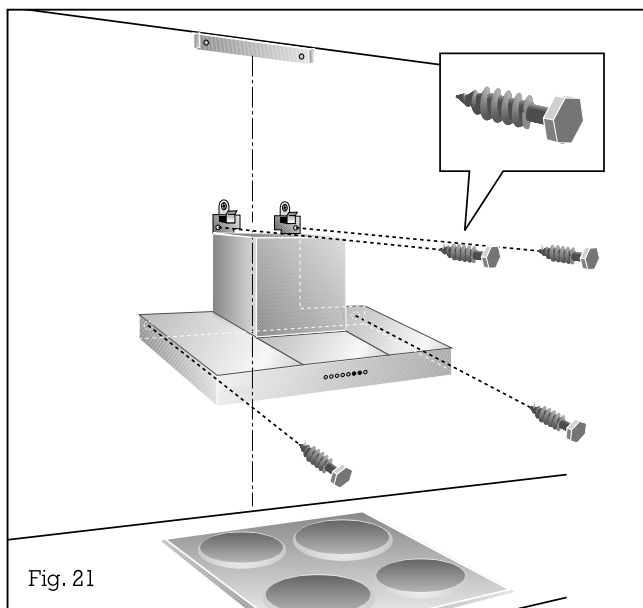

Fig. 21
- Skruva fast kåpan med de 4 skruvarna **b** i väggen (bild 21).